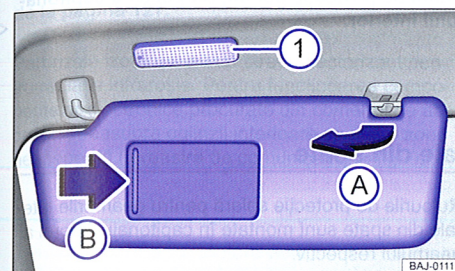

Fig. 89 Parasolarul.
- Scoaterea din suport și rabatarea spre portieră ⇒ fig. 89 A.